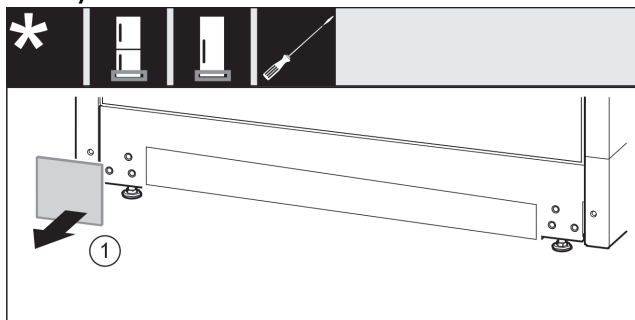

Fig. 35
- Odoberte kryt. *Fig. 35 (1)*